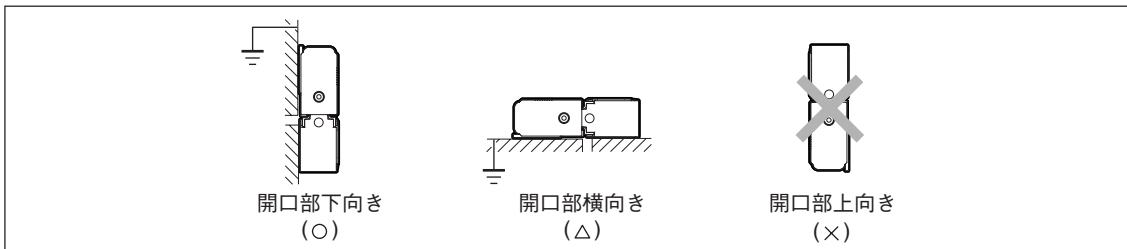

図2-1
- スケールは、スケール本体の開口部を下向きにして取付けてください。下向きが無理な場合は、横向きとしてください。上向きでは取付けないでください。(図2-1)